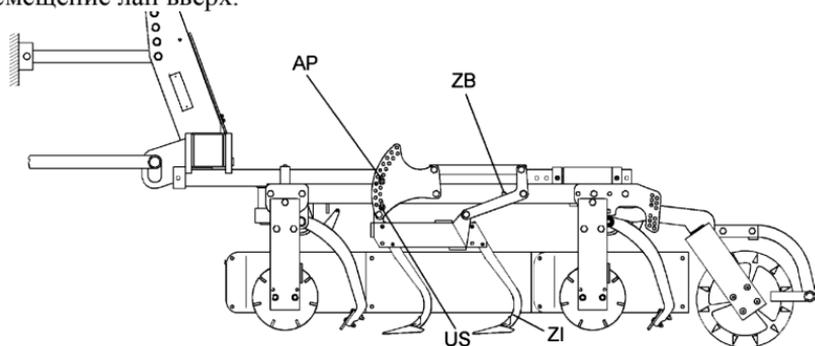

Рисунок 6.8.6 – Регулировка рабочей глубины лап
Регулировка рабочей глубины лап. Рабочая глубина лап ZI устанавливается перестановкой забивных штифтов AP (рисунок 6.8.6). Глубина может быть изменена постепенно, шажками примерно по 1,5 см. При помощи забивных штифтов (US) можно предупредить смещение лап вверх.